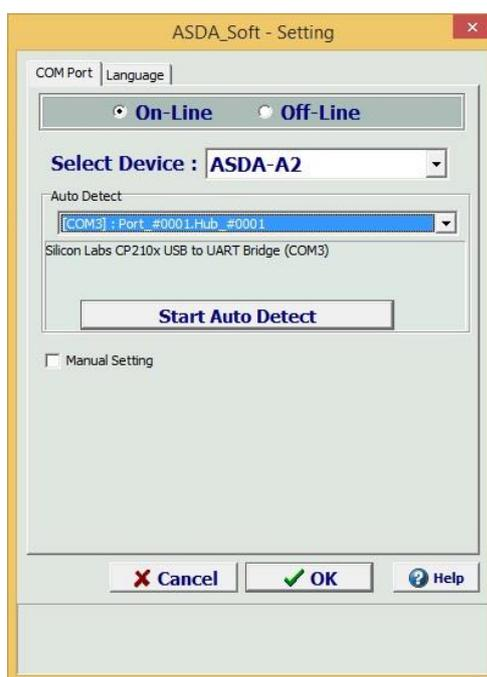

Рис. 40. Подключение к сервопреобразователю
- на рабочем столе персонального компьютера или в меню «Пуск» найти программу ASDA-Soft и запустить ее. На экране появится окно, показанное на рис. 40.